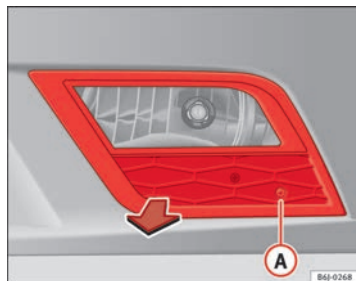

Fig. 166 Faro antiniebla
- Retire el tornillo ⇒ fig. 166 (A) de la rejilla del faro antiniebla precisando para ello un destornillador.